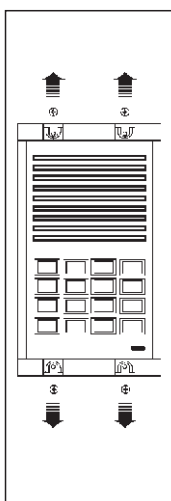

Figura 27
- Solte os 4 parafusos (ver figura 27) e retire as tampas superior e inferior do perfil de alumínio (ver figura 28).